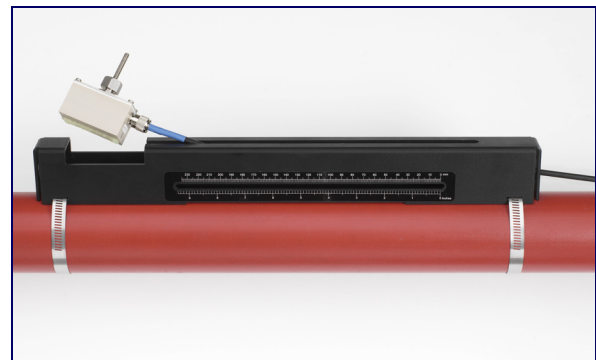

Figura 2.9
3. Pase el cable (azul) del transductor de señal descendente a través del extremo derecho del riel guía y sáquelo hacia arriba por la abertura rectangular situada en el extremo izquierdo del riel guía, tal y como puede observar en la Figura 2.9.